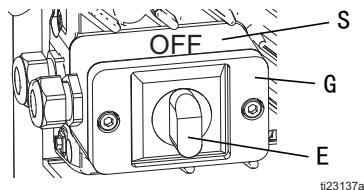

图 3：电源开关
2. 将导线连接到设备上，并拆卸两颗螺丝，将接线盒盖 ( G ) 和电源开关 ( E ) 与喷涂机其他部分分开。参见图 3。
6. 关闭电源开关 ( E )。将设备连接到电源。参见图 3 ( 第 6 页 )。